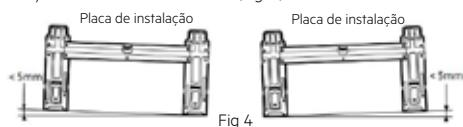

Fig 4
- Desmonte a placa de instalação metálica da unidade interna. Ajuste a placa de instalação na posição horizontal. A diferença de altura entre os lados esquerdo e direito da placa de instalação deve ser inferior a 5 mm. (Fig. 4)